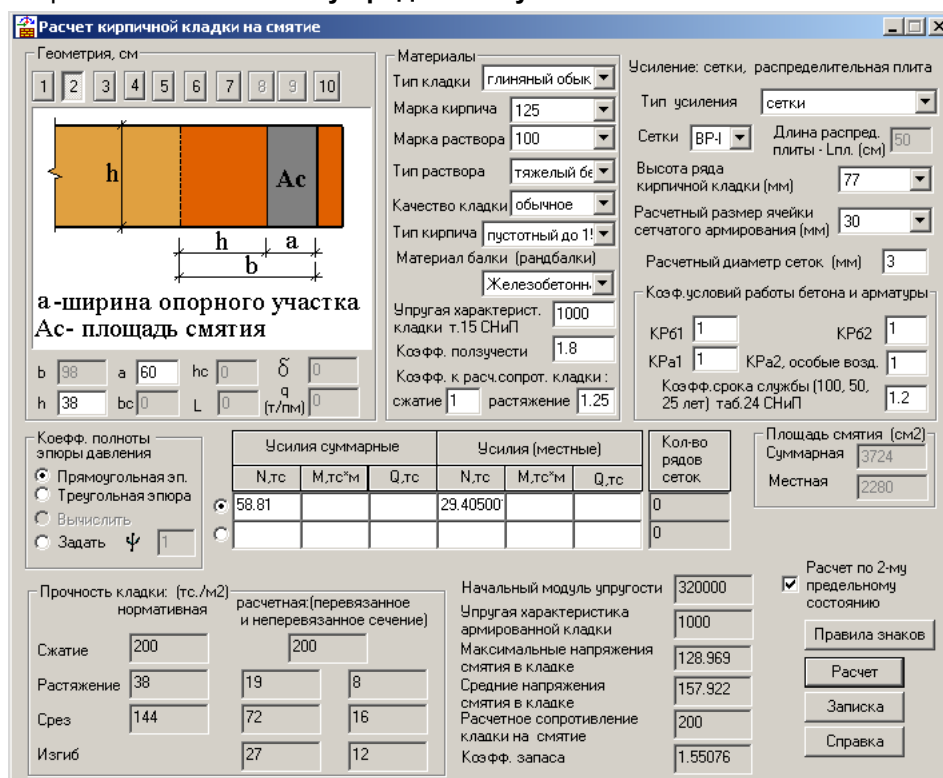

Рис. 10.6.8. Окно диалога Расчет кирпичной кладки на смятие.
- В открывшемся окне диалога **Расчет кирпичной кладки на смятие** (рис. 10.6.8) выполните следующие корректировки: